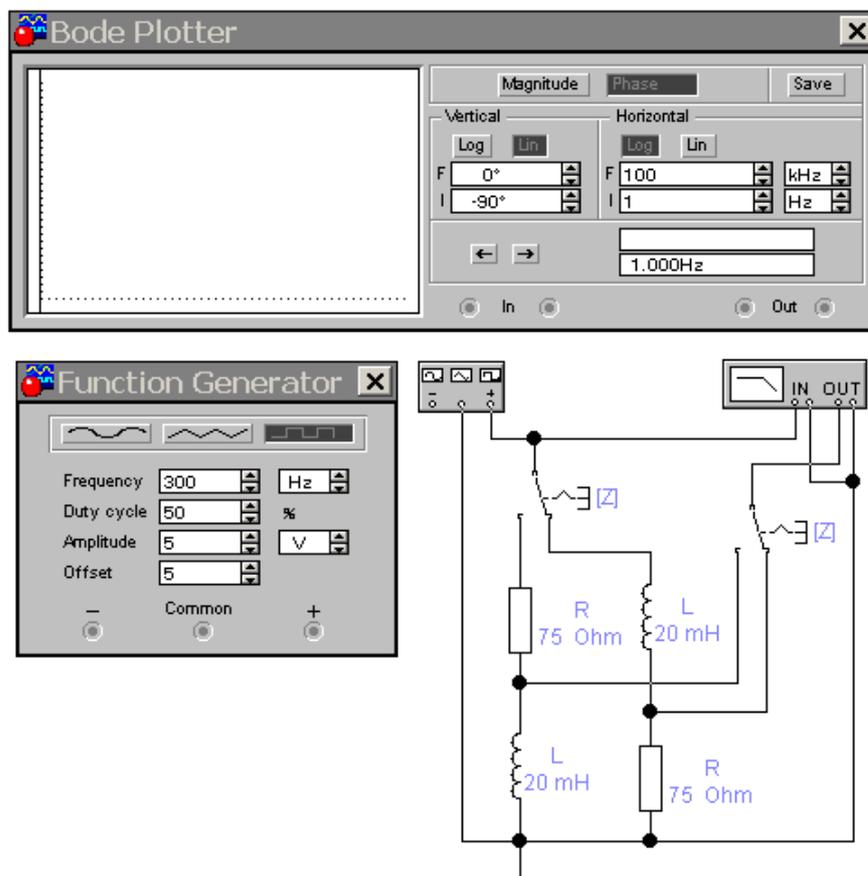

Рисунок 6.3 – Схема измерений АЧХ RL цепи
6.2.5 Открыть файл frl.ewb со схемой, показанной на рис. 6.3.